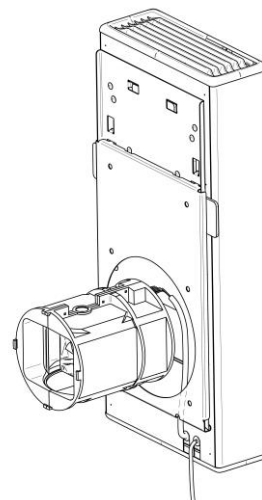

Рис. 25
14. Подключите питание. Вид прибора в собранном виде, см. Рис. 25